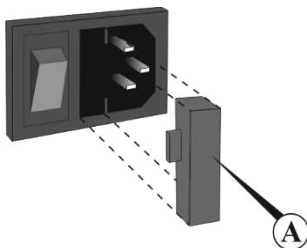

Рис. 5. Замена предохранителя
- 8.4. Замена предохранителя. Отсоедините прибор от сети, а затем сетевой кабель из разъема на задней панели прибора. Откройте держатель предохранителя (рис. 5/A), выдвинув его. Проверьте предохранитель и при необходимости замените, **M 2 A** (тип **M** - time lag: **Medium**).